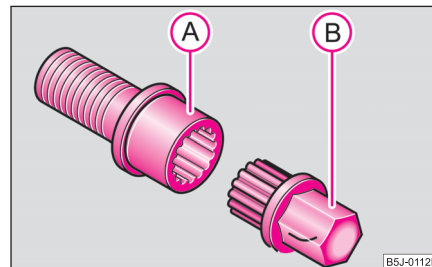

Fig. 174 Boulon antivol avec adaptateur
- Insérez à fond l'adaptateur (B) avec son côté denté de sorte que la denture intérieure du boulon antivol (A) puisse encore dépasser à l'extérieur du six-pan ⇒ fig. 174.
- Insérez la clé de roue à fond sur l'adaptateur (B).